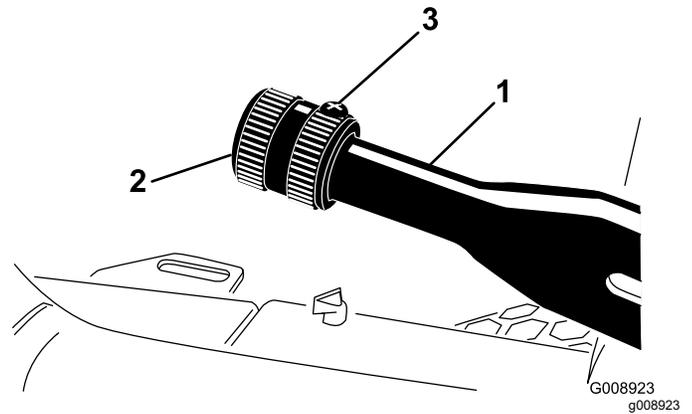

图 83
2. 松开将旋钮固定到手刹操纵杆上的固定螺丝 (图 83)。